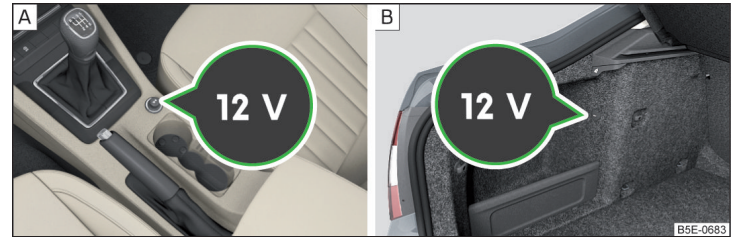

Abb. 112 Abdeckung der 12-Volt-Steckdose: in der Mittelkonsole vorn / im Gepäckraum
- Zum **Gebrauch** die Abdeckung der Steckdose abnehmen » Abb. 112 - [A] bzw. die Abdeckung der Steckdose öffnen » Abb. 112 - [B].